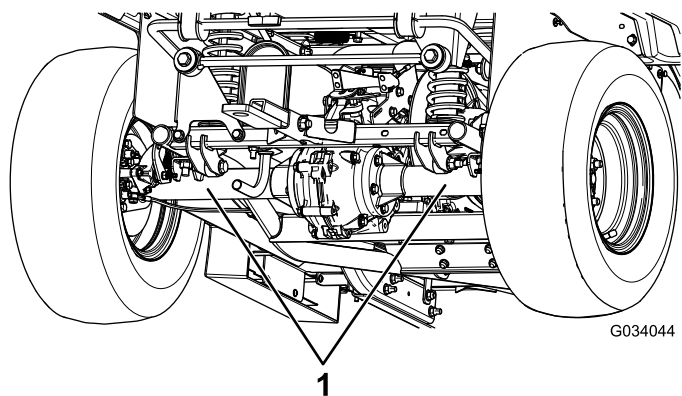

Figura 24
- El punto de elevación de la parte trasera de la máquina se encuentra debajo de los tubos del eje (Figura 24).